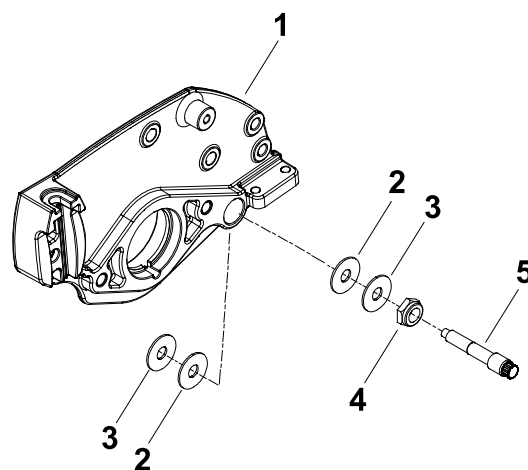

Figura 8
3. Allentate i dadi di bloccaggio su ciascun bullone orientabile della barra di appoggio e rimuovete i bulloni orientabili della barra di appoggio, le rondelle metalliche e le rondelle di plastica dalle piastre laterali (Figura 8).